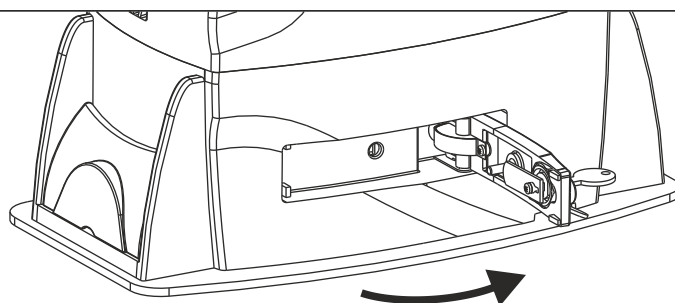

Fig. 29
- Tirar la palanca de desbloqueo hasta el golpe, 90° alrededor (Fig. 29)